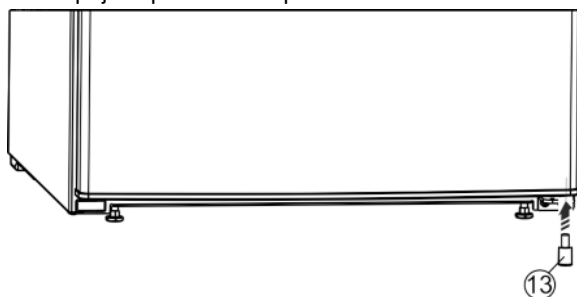

Fig. 6
- ▶ Dištančný diel Fig. 6 (13) nasadíte znovu vpravo dole do dverí, pretože je to dôležité pre stabilitu zariadenia.